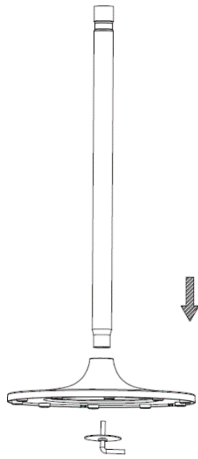

Рис. 1
2. Встановіть стійку у отвір на основі та міцно зафіксуйте стійку гвинтом. (Рис. 1)